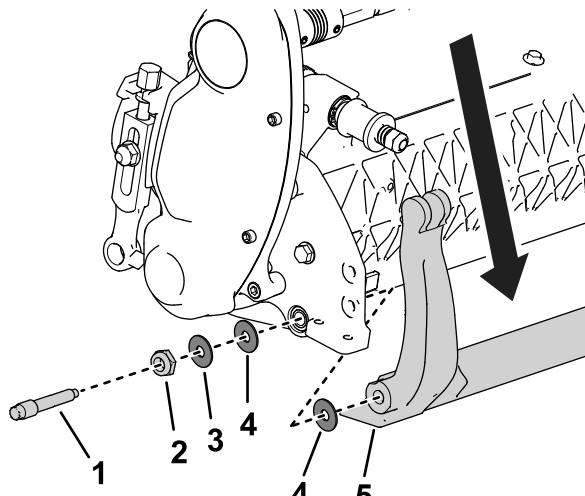

图 20
3. 如图20所示在机器的两侧松开锁紧螺母。
4. 拆下两个底刀架螺栓向下拉动底刀架并从滚刀组上拆下来图20。
5. 取下底刀架两端的2个塑料垫圈和1个钢垫圈图20。